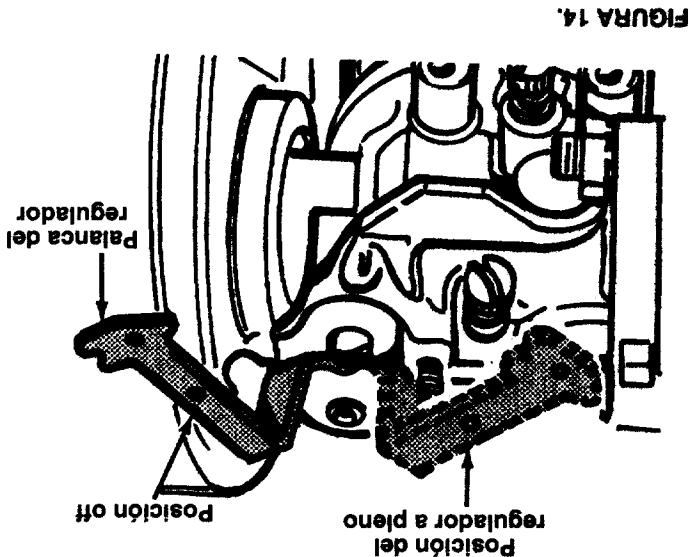

FIGURA 14.
- Coloque la palanca del regulador a la posición de choke (regulador) como en la figura 14.